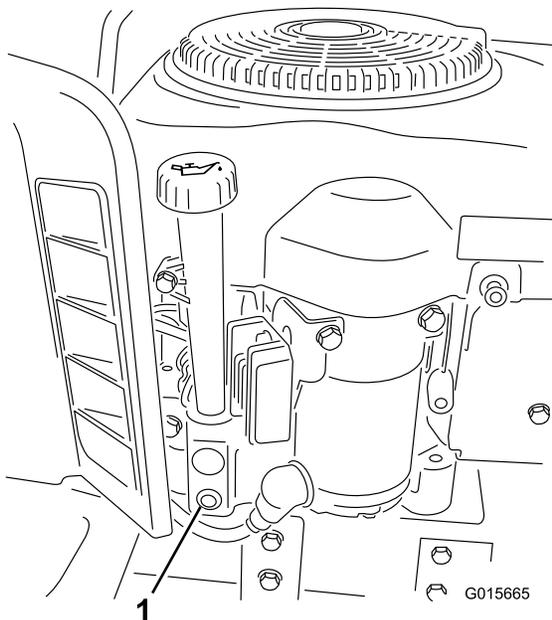

Figure 19
6. Placez un bac de vidange sous le bouchon de vidange d'huile et ouvrez celui-ci en tournant l'écrou d'extrémité dans le sens antihoraire (Figure 19).
10. Dévissez la jauge d'huile et versez lentement environ 80 % de la quantité d'huile spécifiée dans l'orifice de remplissage (Figure 19).